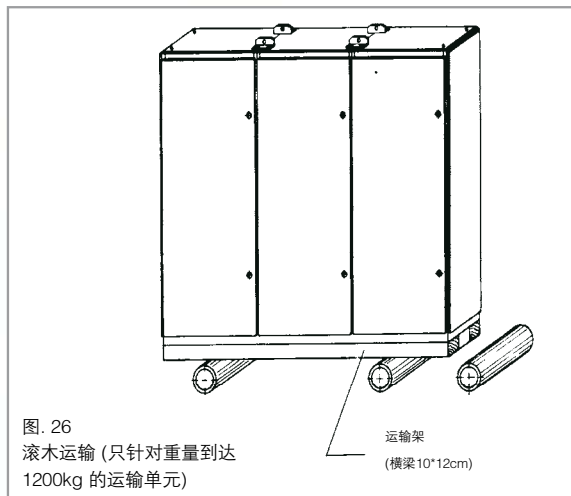

图. 26
- 紧急情况下,通过滚木(最少3根)。针对滚木运输,交叉木 必须卸掉(只有柜子重量达到1200kg时)(见图. 26)